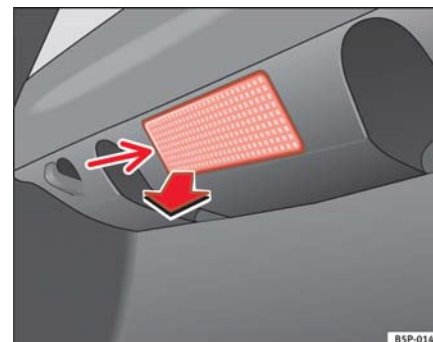

Fig. 167 Luz maletero
- Extraiga la tulipa haciendo presión sobre el borde de la parte interior de la misma -flecha- con ayuda de un destornillador por su parte plana. ⇒ fig. 167 ►